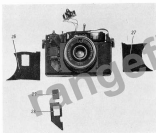

Рис. 4
2.1.13. Отсоединить оболочку 26 (рис. 4) и 27.